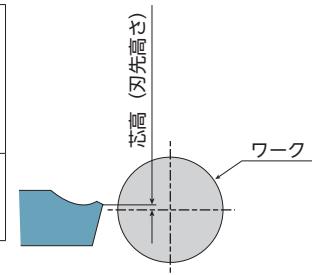

Fig. 3 (PKM, PKM-^{R/L}, TKN, TK^{R/L})
1. PKM, PKM-&, TKN, TK&の刃先高さは、0.1~0.2mm程度芯高に設定してください(Fig. 3)。